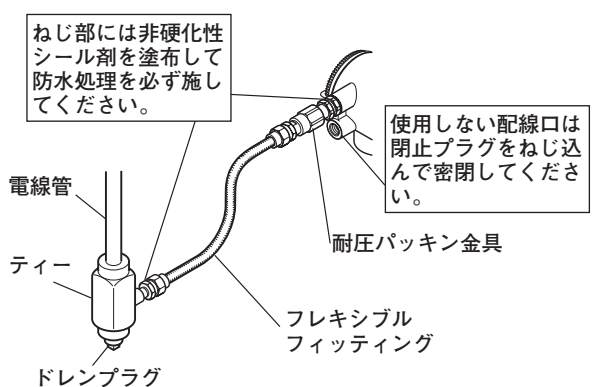
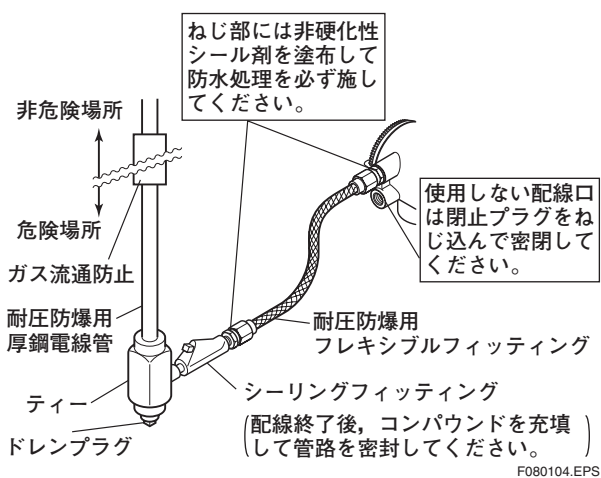

図8.1.2 耐圧パッキン金具を用いたケーブル配線（例）
図8.1.4 耐圧防爆金属管を用いた配線 (例)
耐圧防爆形の外部配線は、当社製の耐圧パッキン金具を用いたケーブル配線(図8.1.2 参照)、または耐圧防爆金属管を用いたケーブル配線を行ってください(図8.1.4 および巻末の「技術的基準(IEC整合規格)」に対応した耐圧防爆形機器についての注意事項」を参照)。
- ・ すべての配線口は図8.1.4と同様の配線が必要です。